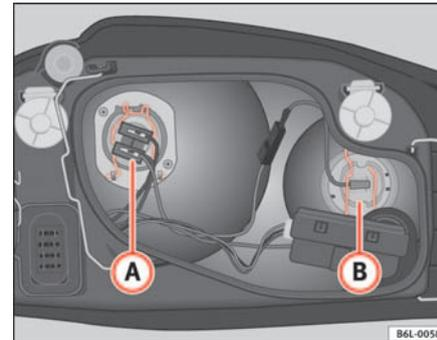

Abb. 143 Glühlampe
- Ziehen Sie den Stecker vom Lampenkabel ab **A** ⇒ Abb. 143.